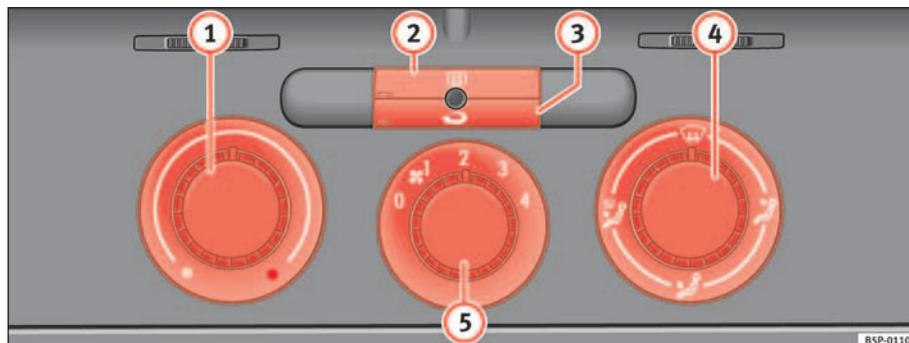

Fig. 121 Mandos de la calefacción en el tablero de instrumentos
- Con los reguladores ⇒ fig. 121 ① y ④ y con el mando ⑤ se regula la temperatura, la distribución del aire y la velocidad de la turbina.
- Pulse la tecla ② o ③ para activar o desactivar la función correspondiente. Cuando la función está activa, la ventana situada en la esquina inferior izquierda de la tecla se ilumina.